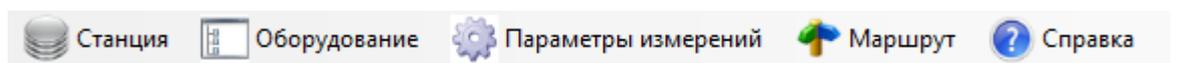

Рисунок 4.2.2
Сверху расположено главное меню (1), рисунок 4.2.2. Элементы главного меню разделены тематически и обеспечивают доступ ко всем основным функциям программы. Главное меню содержит следующие элементы: